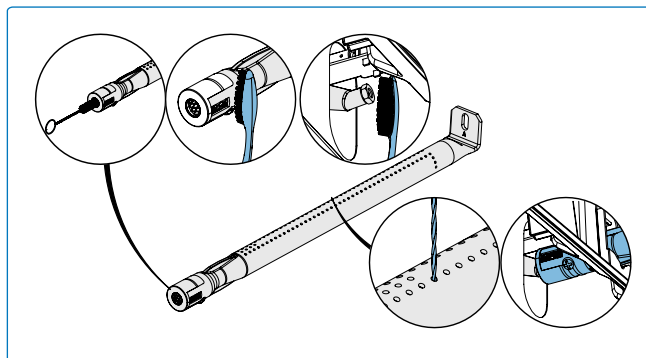

Fig. 29
- Nettoyez l'intérieur du brûleur à l'aide d'une brosse flexible pour tube venturi ou, pour les zones délicates, d'une brosse à poils souples pour enlever délicatement les débris (fig. 29).